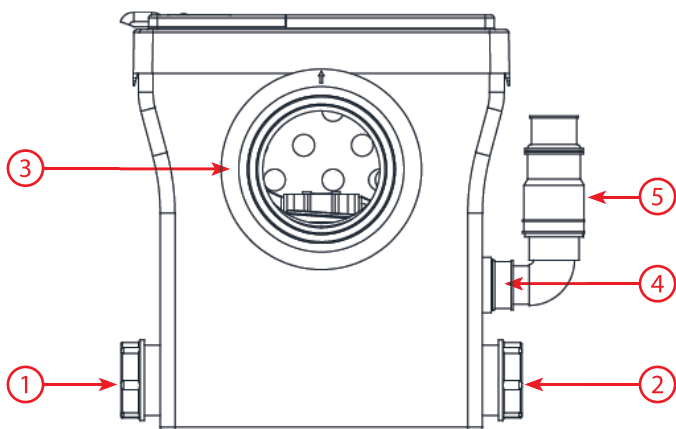

Рис. 1
- Установите насос на выбранное место и выньте заглушки из патрубков на насосе к которым будут присоединяться трубы и/или унитаза (рис. 1).
- Установите обратный клапан (пункт 5, рис. 1) идущий в комплекте на выходной патрубок (пункт 4, рис. 1).